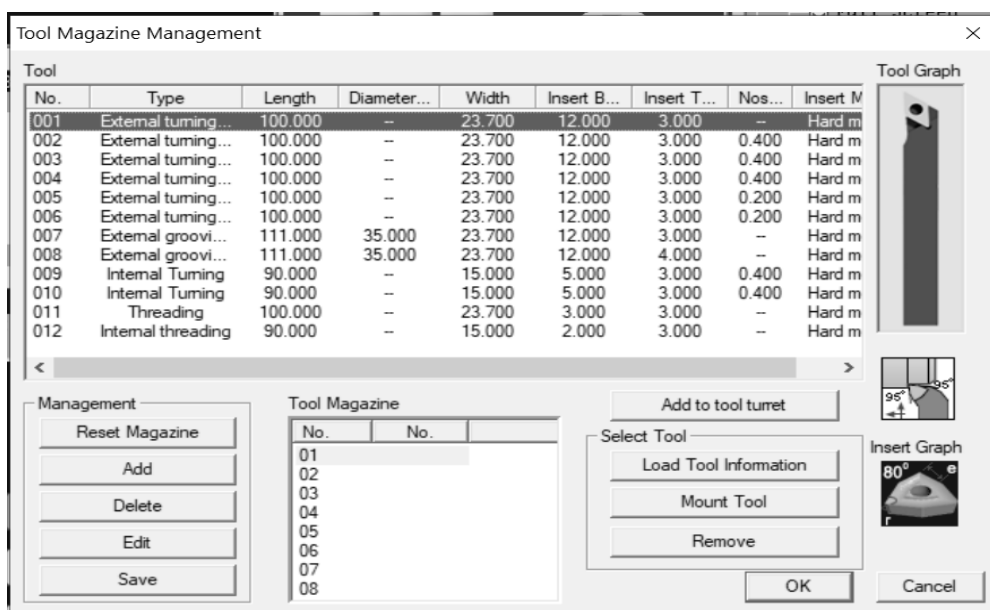

Рисунок 2.9 – Выбор токарного проходного резца из инструментальной базы данных
5.4 Выбрать для позиции T1 токарный проходной резец (рисунок 2.9).